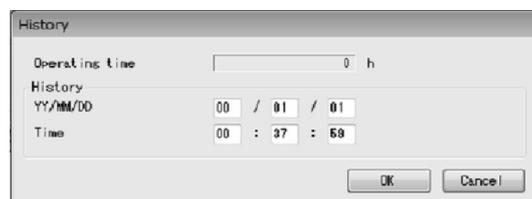

図163
- ① メニューの「Maintenance(M)」>「Maintenance transmitter」>「History」をクリックします。
- ② 次のウィンドウ(図163)が表示されます。